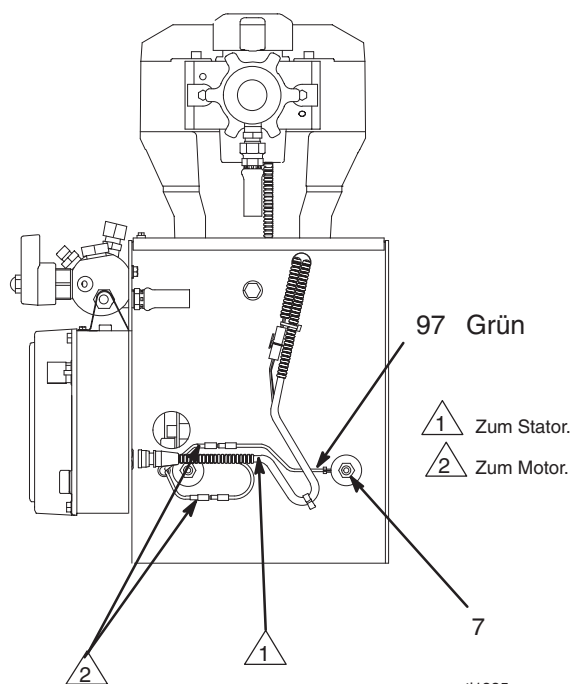

Abb. 14
2. Abb. 14. Alle notwendigen Kabel abziehen.
3. Abb. 14. Alle notwendigen Kabel anschließen.